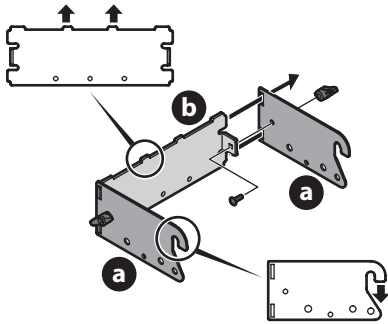

Figura 1
1. Una el conjunto del soporte de enganche del tractor (689-00304A) sujetando los dos soportes laterales (a) a la ménsula de soporte trasera (b) utilizando los dos pernos de carro (710-0276) y las perillas de aleta (720-04122) del paquete de herrajes (689-02364). Consulte la Figura 1.
**NOTA:** los ganchos sobre las ménsulas laterales (a) deben apuntar hacia abajo y las lengüetas sobre la placa trasera (b) hacia arriba como se muestra en la Figura 1.